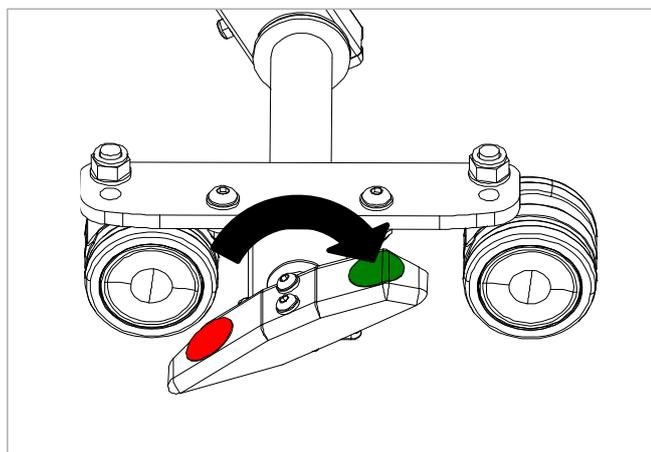

Figure 14.4
2. Pour déverrouiller le frein, appuyez fermement vers le bas sur le côté de la pédale avec l'étiquette verte comme indiqué dans Figure 14.4 jusqu'à ce que le frein se desserre.